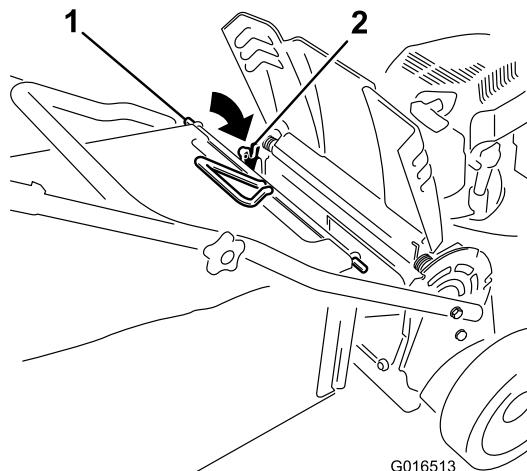

Рисунок 26
- Вставьте штангу мешка в выемки в основании рукоятки и покачайте мешок вперед-назад, чтобы убедиться в том, что штанга находится в нижней и верхней выемке; см. Рисунок 26.